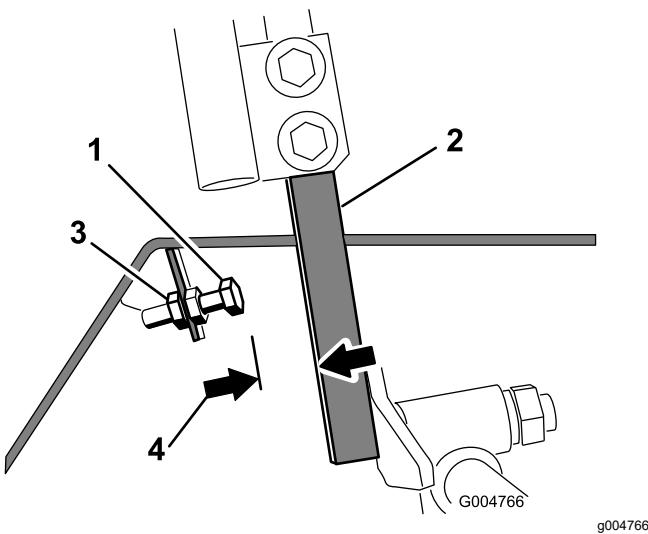

Figure 53
4. Desserez l'écrou de blocage sur le boulon d'arrêt de l'un des leviers de commande (Figure 53).